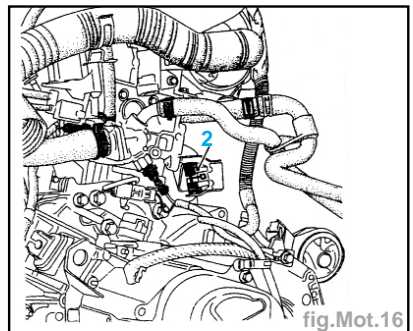

fig.Mot.16
- Dégrafer les deux tuyaux d'essence sur le support (2) (fig. Mot.16).